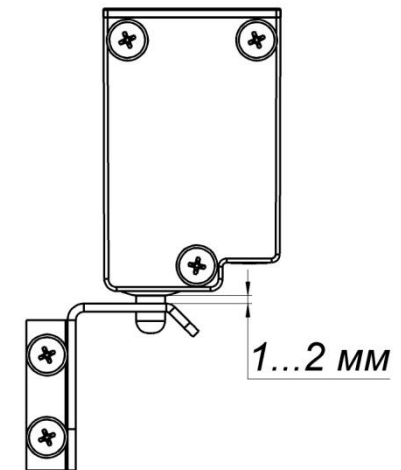

Рис. 4. Взаимное расположение механизма замка и ответной планки
3. При закрытой двери установить замок вертикально на внутреннюю стенку холодильного шкафа таким образом, чтобы при горизонтальном положении ответной планки шток замка входил в центр отверстия. Зазор между нижней частью замка и ответной планкой 1...2 мм (см. рис. 4). Убедиться, что шток легко входит и выходит из окна ответной планки. После этого закрепить механизм окончательно затянув саморезы.